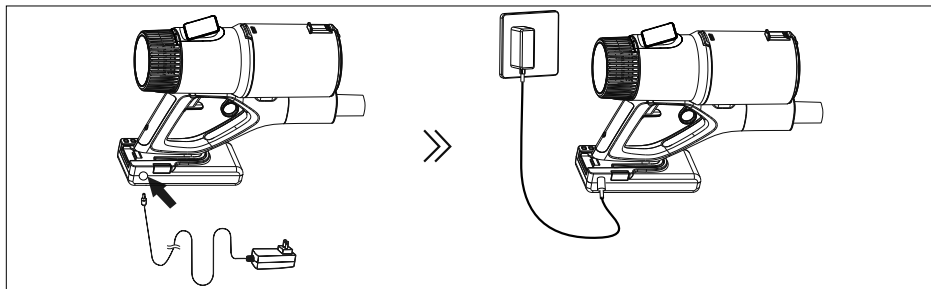

Fig. 3 – Ricarica dall'apparecchio
2. Ricaricare l'aspirapolvere con l'alimentatore a spina in dotazione (8) (vedere le fig. 3). La durata della ricarica è di ca. 4-5 ore.